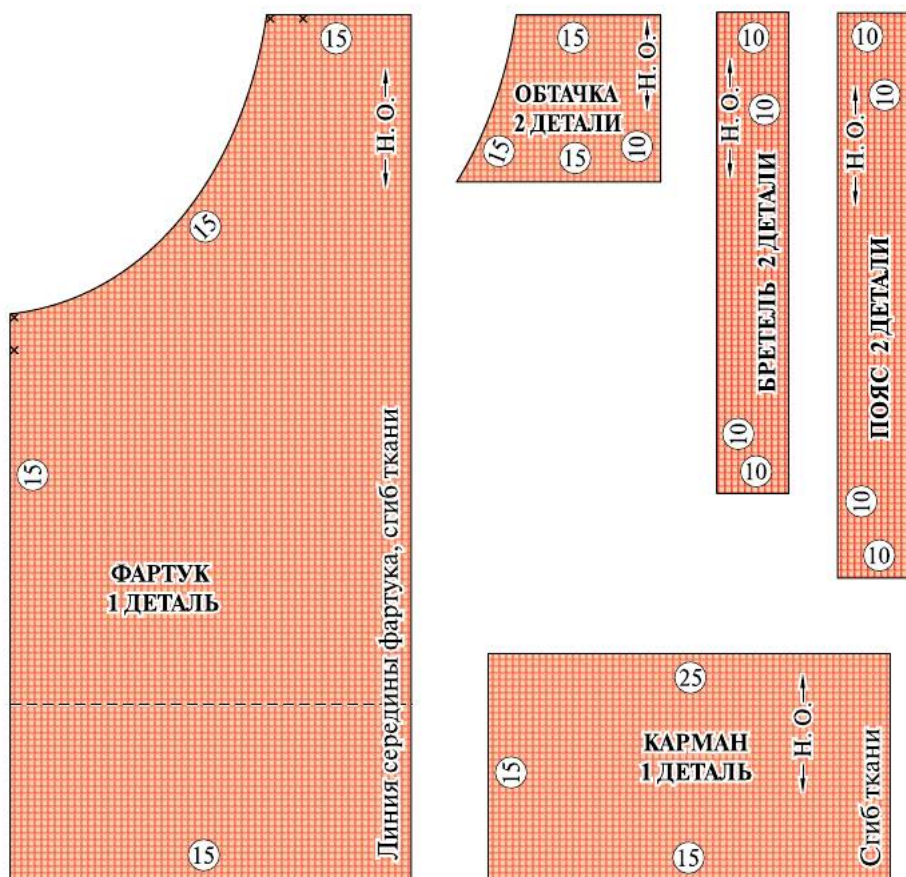

Рис. 6.39. Подготовка выкройки к раскрою
- обозначьте сгибы и срезы ткани, величины припусков на обработку для каждого среза в миллиметрах (рис. 6.39). Цифра, указывающая припуск на швы, обводится в кружочек;